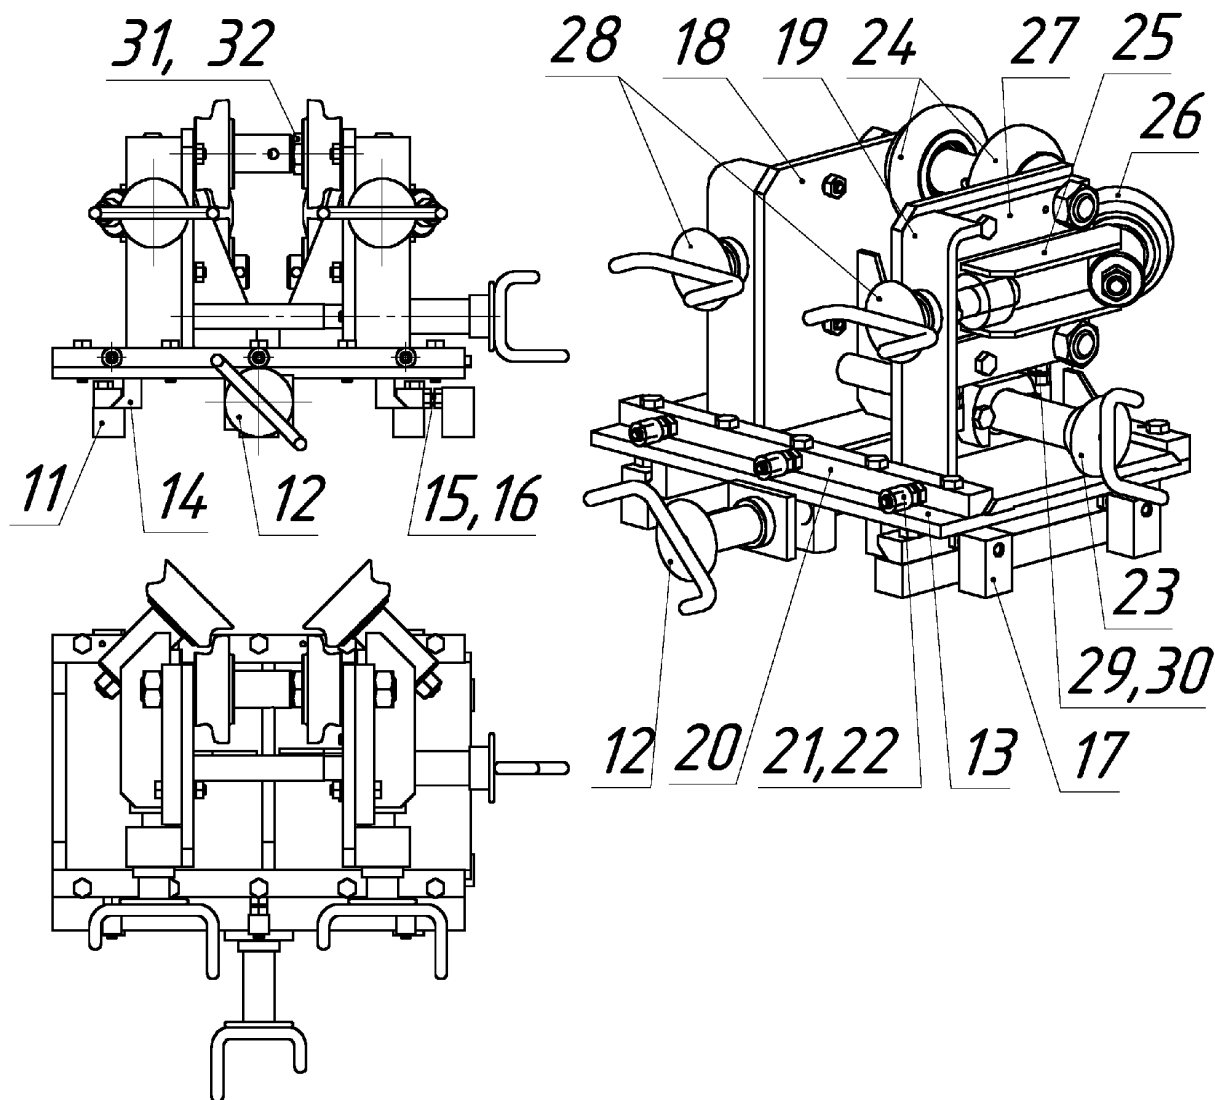

Рис. 2 Устройство дископравное
На рис. 2 показано устройство дископравное. Оно состоит из закрепленных на столе направляющих 11, по которым винтом 12 перемещается плита 13, оснащенная полозьями 14. Зазор между полозьями 14 и направляющими 11 регулируется болтами 15 с контргайками 16, ввернутыми в упоры 17.
6.2.1. При работе с легкосплавными дисками с посадочным диаметром более 16 дюймов необходимо снять со столешницы устройство дископравное (рис. 2).